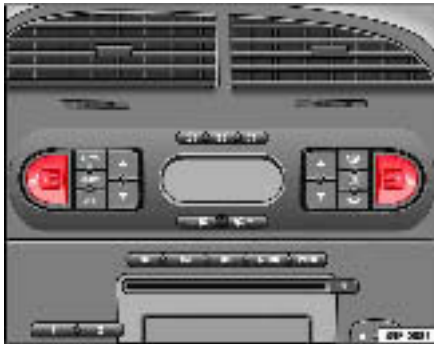

Fig. 95 Molettes des chauffages de sièges avant
- Tournez la molette correspondante ⇒ **fig. 95** pour activer le chauffage de siège. En position initiale **0**, le chauffage de siège est désactivé.